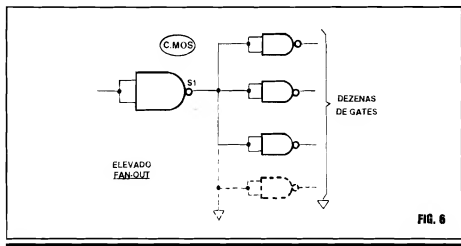

FIG. 6
- FIG. 6 - O FAN OUT DOS C.MOS... - Conforme já foi mencionado, o fan out dos C.MOS, muito alto, permite aceitar, se assim o circuito ou aplicação o requerer, dezenas e mais dezenas de Entradas de gates ou de outros blocos lógicos, ao comando de uma única Saída da mesma "família"... Não se esqueçam disso, pois é um importante conceito prático, na utilização desses versáteis Integrados DIGITAIS...